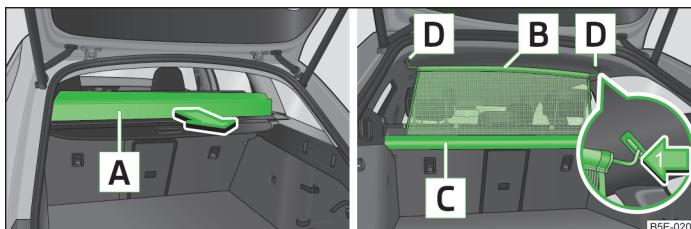
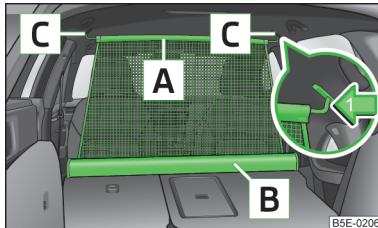

Fig. 101 Abrir la parte de la cubierta enrollable del maletero / red de separación detrás de los asientos posteriores extraída
Fig. 103
- Asegúrese de que la barra transversal de la red de separación está firmemente enganchada en los alojamientos **D** » fig. 101 de la página 107 o bien **C** » fig. 103 de la página 108.
- Abra una parte de la cubierta enrollable del maletero **A** en el sentido de la flecha » fig. 101.
- › Tire de la red de separación por la barra transversal superior **A** y sáquela de la carcasa **B** » fig. 103.